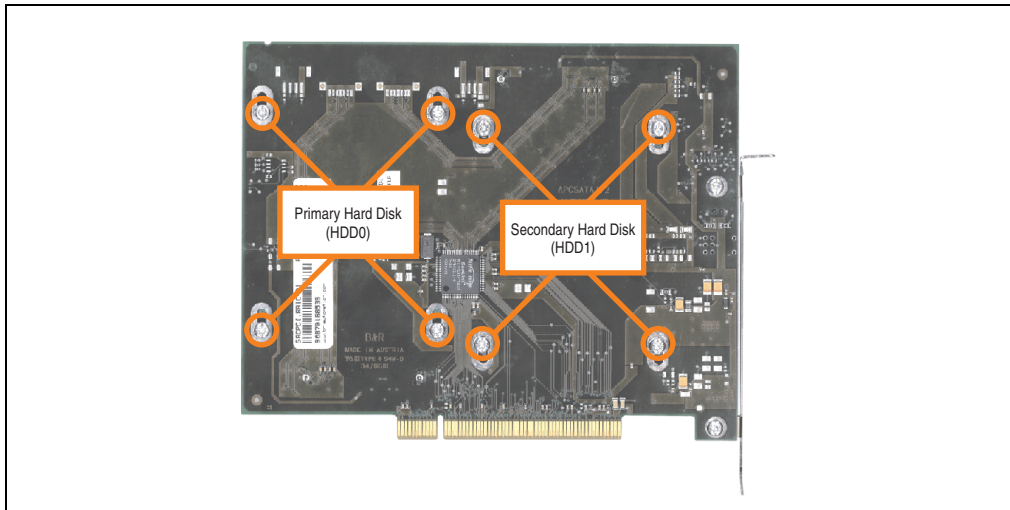

Abbildung 252: Rückseite des SATA RAID Controllers Schraubenzuordnung
- Lösen der richtigen 4 Befestigungsschrauben (M3x5) - siehe Abbildung 252 "Rückseite des SATA RAID Controllers Schraubenzuordnung", auf Seite 442.